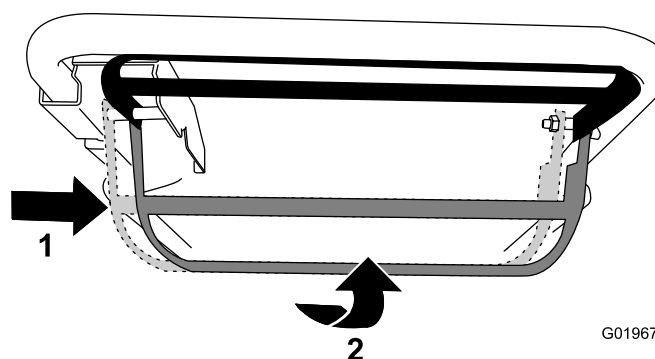

Figura 17
- **Para activar la autopropulsión y engranar la cuchilla:** Mueva la barra de control de la cuchilla a la derecha hasta que haga tope, y levántela hasta el manillar (Figura 17).